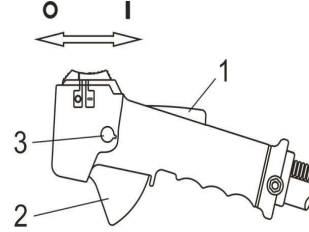

Fig. 14
- Ponga interruptor en posición ON. En la dirección opuesta a la marca indicada OFF Fig. 14